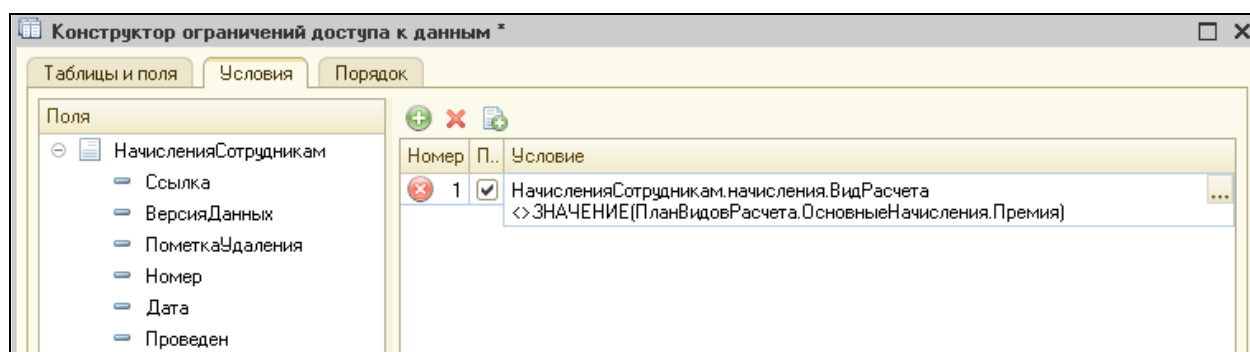

Рисунок 11.15 Конструктор ограничения доступа к данным
3. Перенести в область **Условие** поле **ВидРасчета**, установить флажок в поле произвольное, ввести правую часть условия (рис.11.15). Нажать ОК.